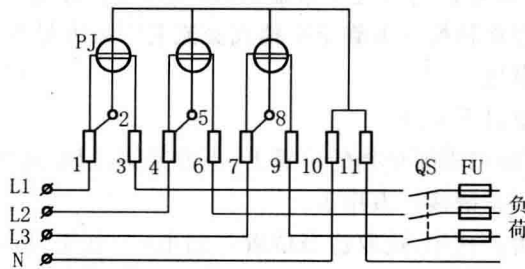
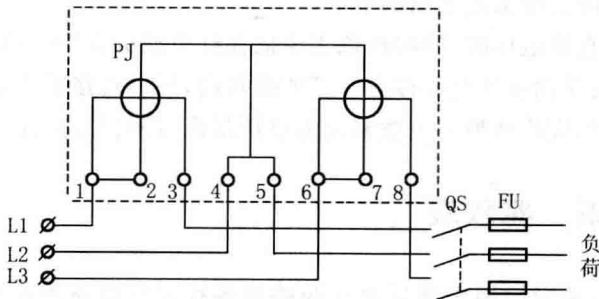

图 1-8 三相四线制有功电能表的接线
图 1-9 三相三线制电路有功电能测量的接线图
三相电能表	<p>在三相电路中,测量电能常采用三相电能表,从结构上可分为三相四线电能表和三相三线电能表两种。</p> <p>(1)三相四线制有功电能表接线。接线方法如图 1-8 所示;</p> <p>(2)三相三线制电路有功电能的测量。在三相三线制电路中测量有功电能,通常采用三相二元件电能表(即 DS 型电能表)。其接线方法如图 1-9 所示;</p> <p>(3)接线要求</p> <p>①应根据负载电流合理选用电能表,电能表的额定电流应等于或略大于负载电流;</p> <p>②按额定电流选择连接导线截面,常采用绝缘铜线,最小截面不小于 <math>2.5 \text{ mm}^2</math>,一般 <math>6 \text{ mm}^2</math> 及以下应选单股线;</p> <p>③接线时应按正相序入表,即 L1—L2—L3 或 L2—L3—L1 或 L3—L1—L2;</p> <p>④三相四线表,零线必须入表;</p>